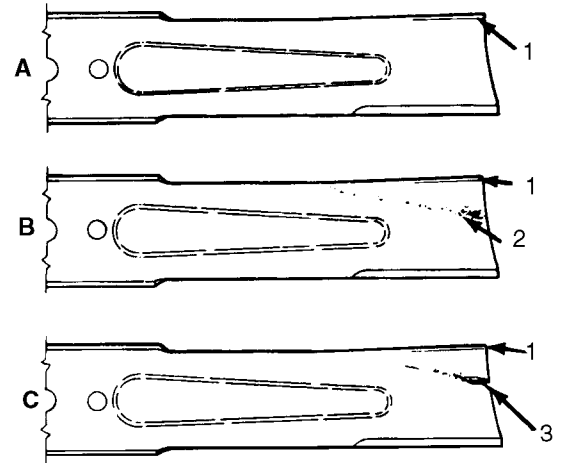

Figure 18
CONTROLE ET AFFUTAGE DES LAMES (Fig. 18–19)
- Examiner attentivement les tranchants de la lame, particulièrement au point de jonction de la partie plate et de la partie recourbée (Fig. 18-A). Le sable et les matériaux abrasifs peuvent user le métal qui relie ces deux parties de la lame, aussi vérifier l'état de cette dernière avant d'utiliser la tondeuse. Remplacer la lame si elle semble usée (Fig. 18-B); se reporter à la section *Dépose des lames de coupe*.
Une fente se forme entre le bord relevé et la partie plate si la lame devient usée (Fig. 18-C). La lame peut alors se casser et un morceau être projeté de dessous le carter et blesser l'utilisateur ou les spectateurs.